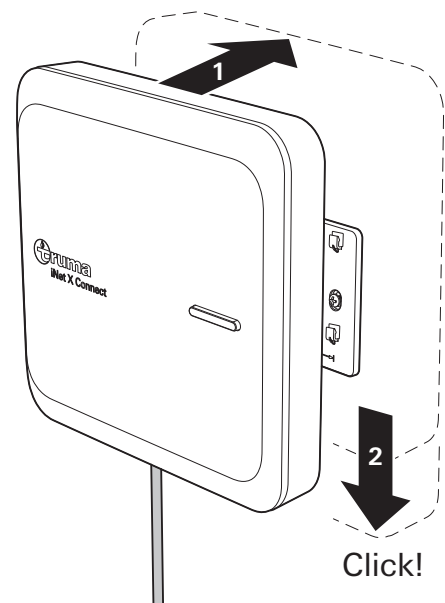

Bild 19
- ❗ Alternativt kan Connect sättas in i monteringsplattan med en vridning på 180° så att anslutningen för kabelkontakten inte sitter längst ner (Bild 19), utan upptill.